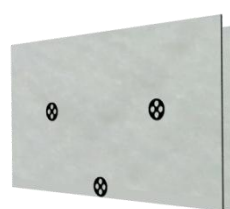

Fig.3
- Predisporre e posizionare una fascia di Spaceloft di altezza 50 mm e procedere all'inserimento del tassello centrale. Fig.3